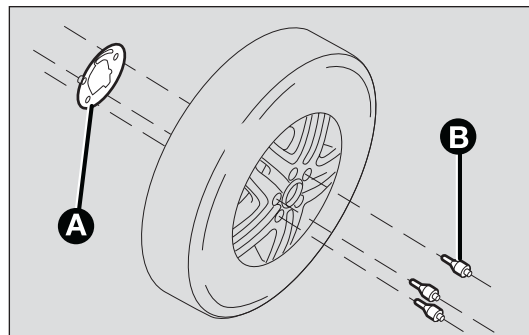

рис. 168
- ☐ установите на колесо специальную пластину А – рис. 168 и прикрепите ее прилагаемыми в комплекте винтами В с помощью ключа;